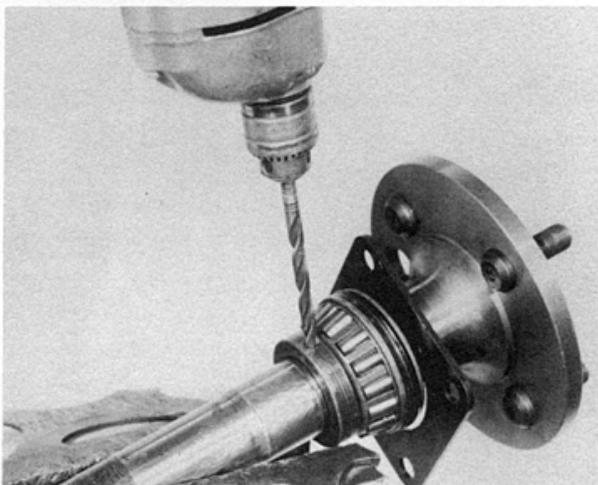

Fig. 4 - Furar o anel até 3/4 da sua profundidade.
- Colocar a semi-árvore na morsa. Fazer com broca de 1/4", um furo no anel de fixação do rolamento com uma profundidade de aproximadamente 3/4 da espessura do anel. Não fazer um furo passante no anel, para evitar de danificar a semi-árvore (vide Fig. 4).